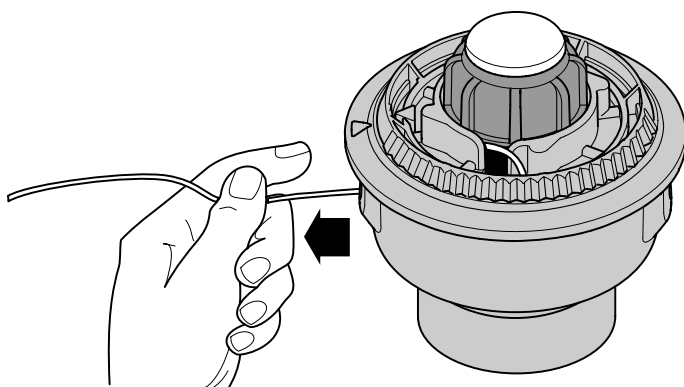

Fig. 21
6. Tirez le fil de la bobine extérieure jusqu'à ce qu'il soit bien serré contre le moulinet intérieur (Fig. 21).